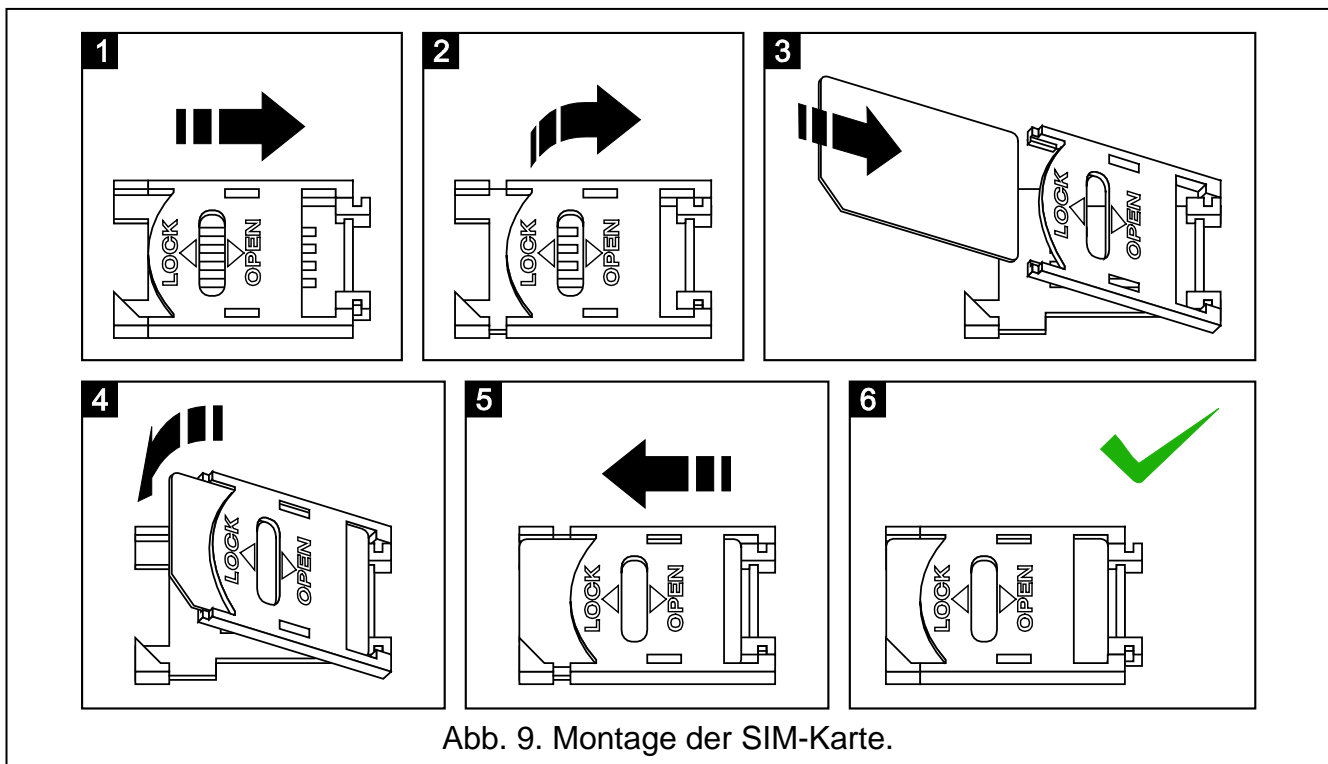

Abb. 9. Montage der SIM-Karte.
11. Stecken Sie die SIM-Karten in den Steckplatz ein (siehe: Abb. 9).